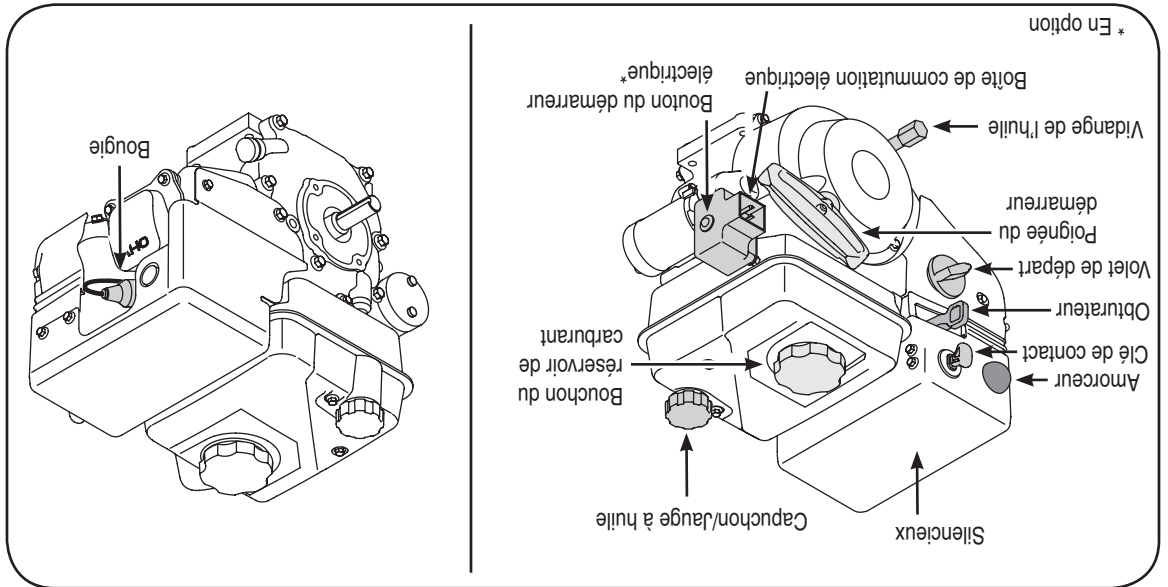

Figure 2-1: Vues avant et arrière du moteur.
6. Appuyez sur l'amorceur de trois à cinq fois en faisant attention de bien couvrir le trou d'aération. Figure 2-1. Si le moteur est chaud, appuyez seulement une fois sur l'amorceur. Recouvrez toujours le trou d'aération. Par temps froid, il peut être nécessaire d'amorceur plusieurs fois.
7. Enfoncez le bouton du démarreur pour faire démarrer le moteur, Figure 2-1. Lâchez le bouton dès que le moteur tourne. Le démarreur électrique est équipé d'un dispositif de protection en cas de surcharge thermique. Le système sera provisoirement arrêté pour permettre au démarreur de refroidir en cas de surcharge.
2. Placez la commande de l'obturateur, Figure 2-1, à la position Rapide (Lapin).
4. Appuyez sur l'amorceur de trois à cinq fois en faisant attention de bien couvrir le trou d'aération. Figure 2-1. Si le moteur est chaud, appuyez seulement une fois sur l'amorceur. Recouvrez toujours le trou d'aération. Par temps froid, il peut être nécessaire d'amorceur plusieurs fois.
4. Placez la commande de l'obturateur, Figure 2-1, à la position Rapide (Lapin).
5. Placez le volet de départ à la position ON (démarrage d'un moteur froid). Si le moteur est chaud, placez le volet de départ à la position OFF, Figure 2-1.